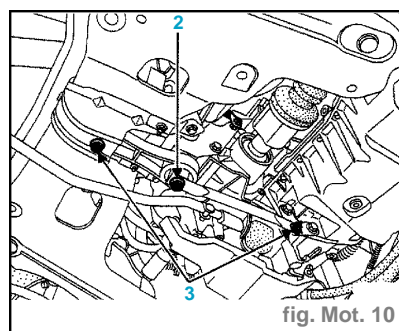

fig. Mot. 10
- la vis de fixation (2) et desserrer les vis (3) (fig. Mot. 10).